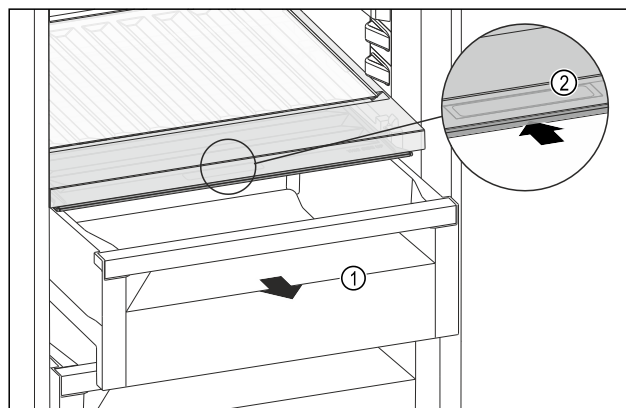

Fig. 169
- ▶ Schubfach Fig. 169 (1) herausziehen.
- ▶ Griffmulde Fig. 169 (2) am Fachdeckel anfassen und Fachdeckel gleichzeitig nach hinten schieben.